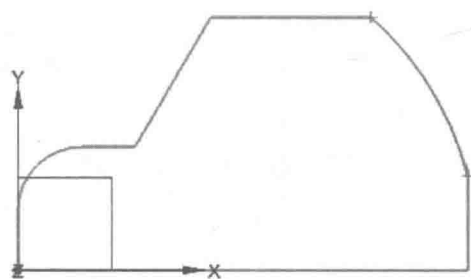

图 1-1-42
(4) 利用同样的方法修剪圆弧上方竖直线段，在选择【边界对象 1】时需要单击圆弧的下半部分，然后单击两次 **取消** 按钮，结束修剪命令，修剪结果如图 1-1-42 所示。